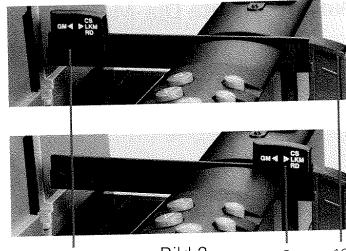

Bild 2
Werden Dias in einem Gemeinschaftsmagazin vorgeführt, Diagreifer (10) herausziehen und den Reiter (9) zum Ende des Diagreifers schieben bis er einrastet (Bild 2 oben).
Zur Vorführung von Dias in LKM-, CS- oder Rundmagazinen den Diagreifer (10) herausziehen und den Reiter (9) in Richtung Griffstück des Diagreifers bis zum Anschlag zurückziehen (Bild 2 unten).
If slides are projected from a standard slide tray, pull out the slide claw (10) and insert the slider (9) up to the end of the slide claw until it latches in (Fig. 2 top). If slides are projected from an LKM, CS or round slide tray, pull out the slide claw (10) and pull back the slider (9) in the direction of the grip of the slide claw as far as possible (Fig. 2 bottom).
Si les diapositives sont présentées dans un panier standard, tirer le passe-vue (10) et pousser le cavalier (9) jusqu'à enclement au bout du passe-vue (figure 2 en haut).
Si les diapositives sont présentées dans un panier LKM, un panier CS ou circulaire, tirer le passe-vue (10) et déplacer le cavalier (9) vers la poignée du passe-vue jusqu'en butée (figure 2 en bas).